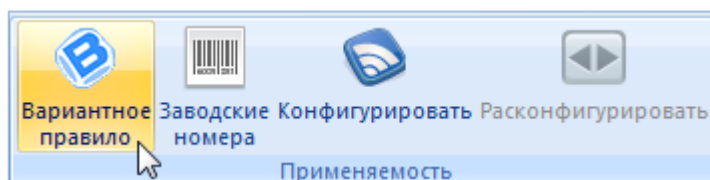

Рис. 13-91 – Запуск редактора вариантных правил
3) Нажать кнопку «Вариантное правило» панели «Применяемость» (рис. 13-91).